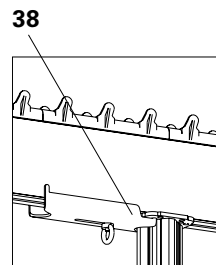

Fig. A9.03a
- Monter les Dispositifs de Liaison STV jusqu'aux étais MULTIPROP et assurez une connexion sûre en serrant les boulons à œil. (Fig. A9.03a)